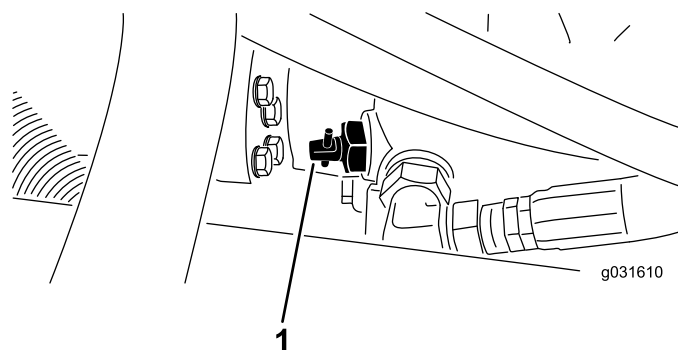

Figura 24
1. Localice la válvula de desvío en la bomba (Figura 24) y gírela 90° (¼ de vuelta) para aflojarla.